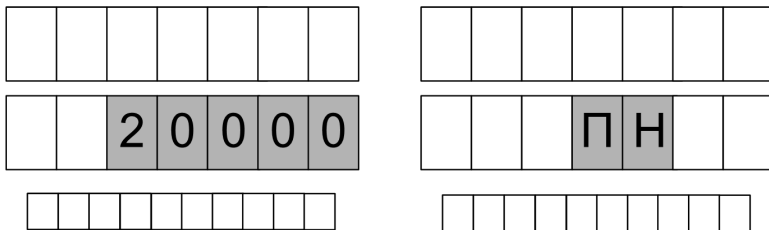

Рисунок 6
11.2 Доза на устройство задается оператором с помощью СУ. В начале нового налива, когда измерительная установка готова к отпуску топлива, мигающими символами в средней строке ЖКИ (при задании дозы в литрах), либо в верхней (при задании дозы в килограммах) отображается значение заданной дозы, а в случае отпуска "Предельный налив" – символы "ПН" (рисунок 6). Это предоставляет удобный способ определить, когда можно начать налив, а также убедиться, что задано требуемое количество топлива.